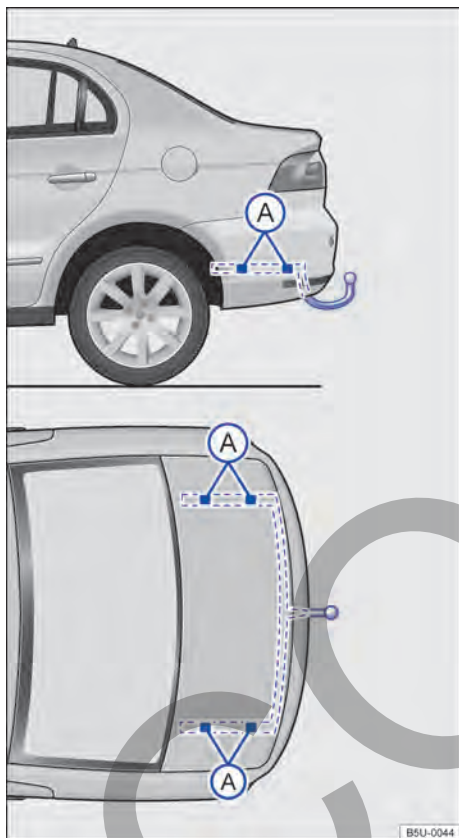

Fig. 145 Puntos de fijación para el montaje posterior de un enganche para remolque.
La figura → fig. 145 muestra, a modo de ejemplo, el punto de fijación para montar un dispositivo de remolque del modelo Nuevo Gol Sedan, Voyage.
El montaje posterior de un dispositivo de remolque deberá ser efectuado de acuerdo con las instrucciones del respectivo fabricante del enganche, siempre respetando los puntos de fijación indicados en la → fig. 145 (A).